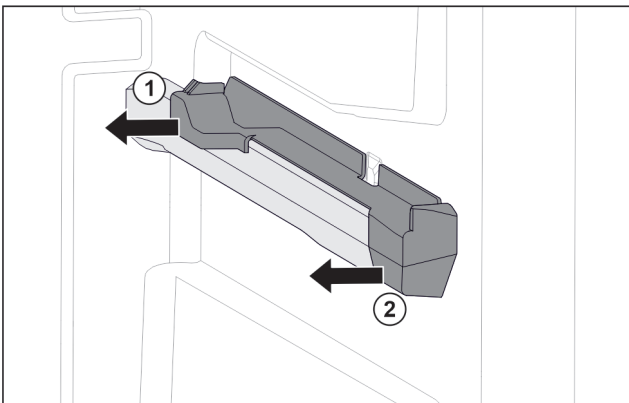

Fig. 140 Insteekelement op rechter containerrib
- ▶ Insteekelement achter naar de zijkant toe eraf trekken. Fig. 140 (1)
- ▶ Insteekelement voor naar de zijkant toe eraf trekken. Fig. 140 (2)